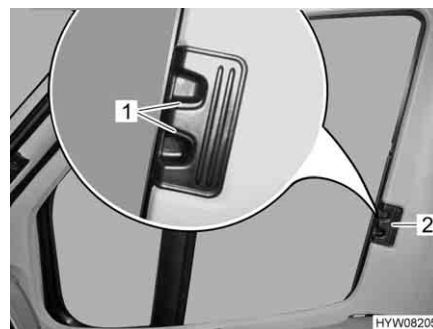

Fig. 19 Tendina oscurante pieghevole per il finestrino del conducente/passeggero
- Inserire fino all'arresto le tendine oscuranti pieghevoli per il finestrino del guidatore e del passeggero per la maniglia (Fig. 19,2).
- Fare innestare le maniglie di sbloccaggio (Fig. 19,1).